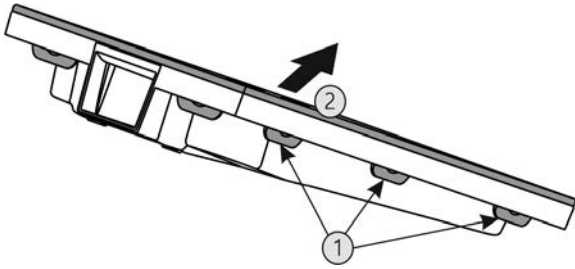

Fig. 32
- ▶ Последовательно нажать на все накладки Fig. 32 (1) и снять крышку Fig. 32 (2).